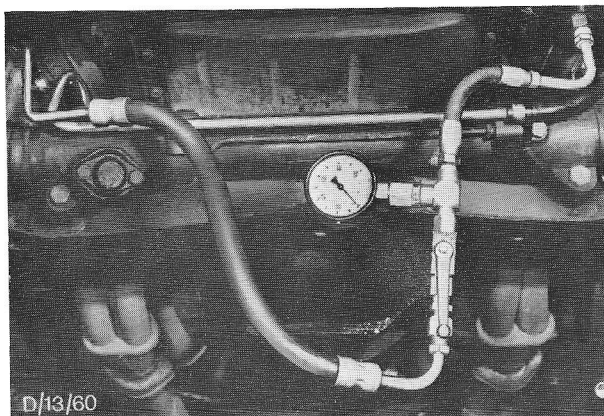

Fig.48. Drukmeter met toebehoren, gemonteerd.
5. Monteer de drukmeter met toebehoren 13-007 en zet de kraan open, zie Fig.48.